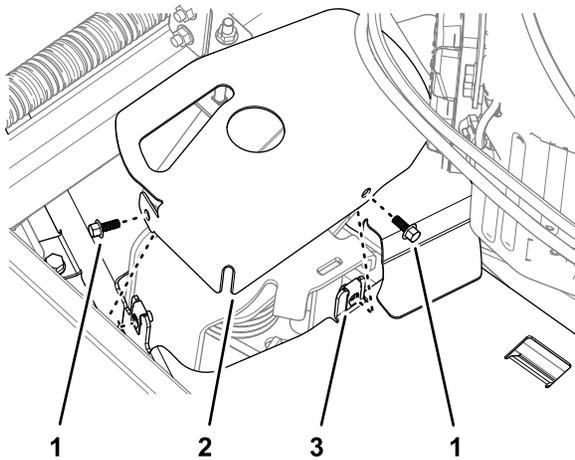

Figura 34
1. Retire os dois parafusos de cabeça flangeada que prendem a cobertura do tensionador à cobertura da correia esquerda e retire a cobertura do tensionador (Figura 34).